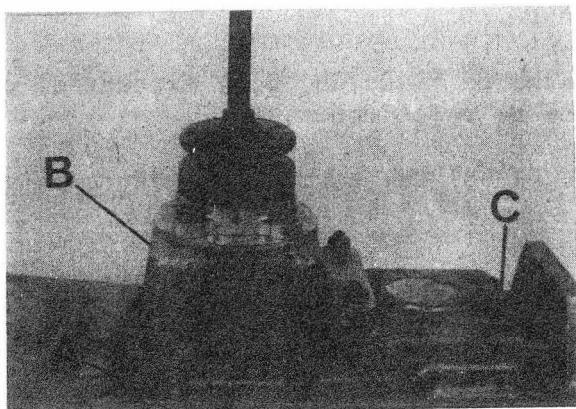

Fig. C1-66 Desmontaje tapa de ejes y horquillas selectoras
- 1.2. Desmontar los elementos de fijación, A (Fig. C1-66) de la tapa, B, donde se alojan los ejes y horquillas selectoras.
- 1.3. Extraer el conjunto tapa porta horquillas y desmontarle el tapón, C, (Fig. C1-66) o interruptor de marcha atrás (vehículos especiales).
- 2.3. Fijar el conjunto con sus elementos, A (Fig. C1-66), dándole un par de apriete de 2 a 2,5 mkg.
- 2.4. Montar el tapón, C (Fig. C1-66) o interruptor de marcha atrás en su caso.